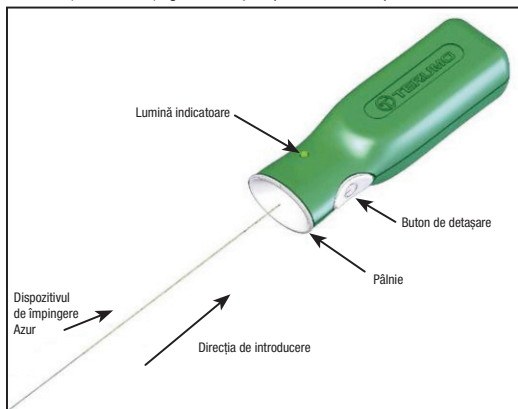

Figura 4 – Dispozitivul Azur pentru controlul desprinderii
12. Deschideți punga obturatorului vascular Azur și extrageți bucla de derulare din aceasta. Înainte de utilizare îndepărtați punga de la bucla de distribuitor. În timp ce mențineți pe loc implantul obturatorului vascular Azur și dispozitivul de introducere, trageți dispozitivul de împingere din bucla de derulare astfel încât capătul proximal al dispozitivului de împingere să fie vizibil. Procedați cu atenție pentru a nu contamina acest capăt al dispozitivului de împingere cu substanțe străine cum ar fi sânge sau agent de contrast. Introduceți ferm capătul proximal al dispozitivului de împingere în secțiunea pânii a dispozitivului de control al detașării. Consultați figura 4. **Nu apăsați butonul de detașare în acest moment.**
31. Conectați capătul proximal al dispozitivului de împingere la dispozitivul de control al detașării Azur prin împingere fermă în secțiunea palnie a acestuia. Consultați figura 4.